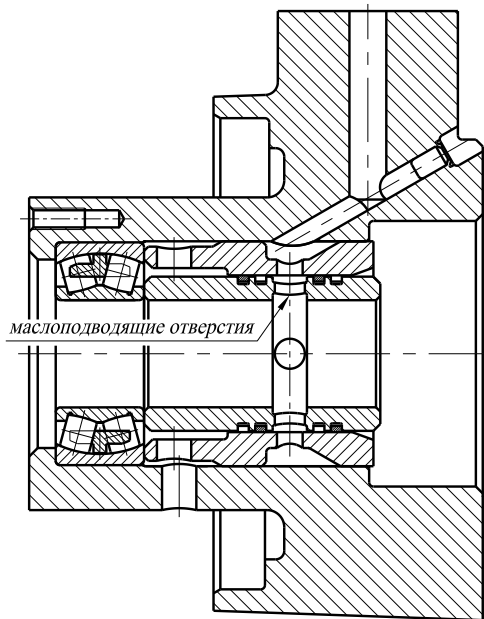

Рисунок 104 – Установка распорных втулок в корпус привода вентилятора
3. Установку распорных втулок в корпус привода необходимо проводить, как показано на рис. 104, чтобы обеспечить совпадение маслоподводящих отверстий.